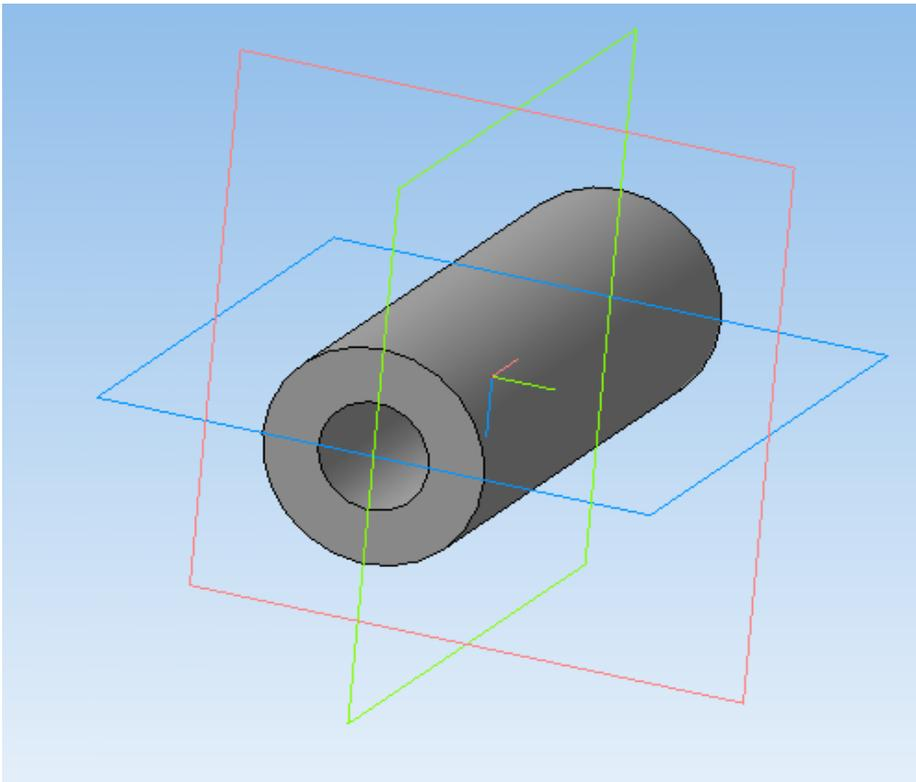

Рис.16
13. Зажав колёсико мыши, вы можете изменять положение детали, передвигая при этом мышью (рис. 16).